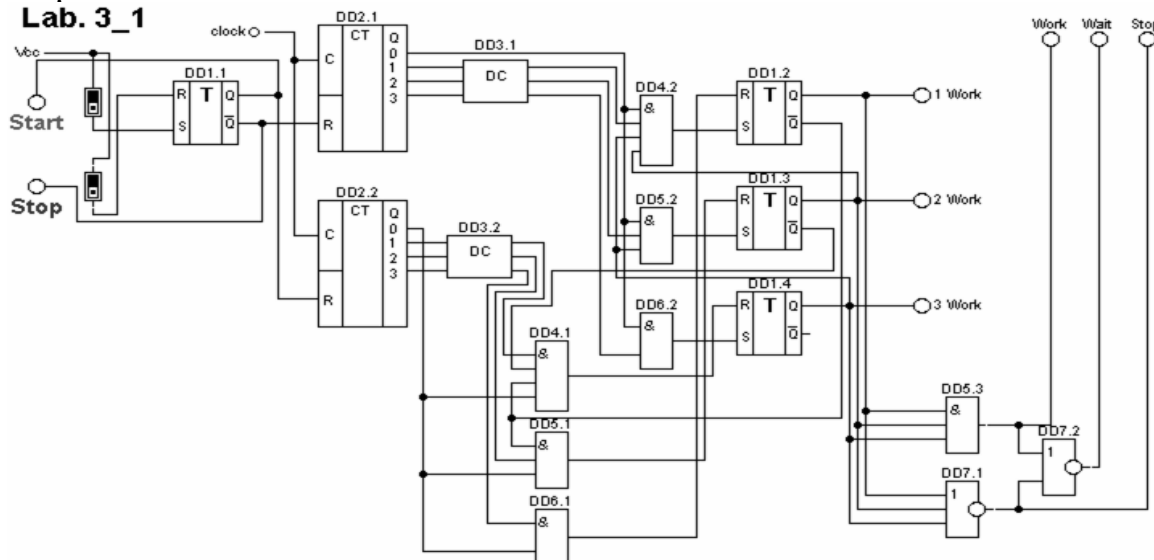

Рис. 14 Принципиальная схема управления транспортером.
1. Разобраться в функционировании схемы транспортера (рисунок. 14).